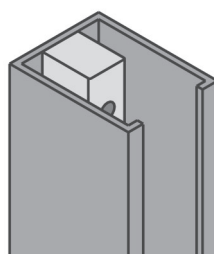

Figure 9: EA-BAR.IR avec effacement des faisceaux (SB et DB types)
2. Monter le bord récepteur sur un côté de la porte. **Important pour les types SB et DB :** Monter le bord récepteur dans le guide du rail près de l'armoire de contrôle >> Figure 9